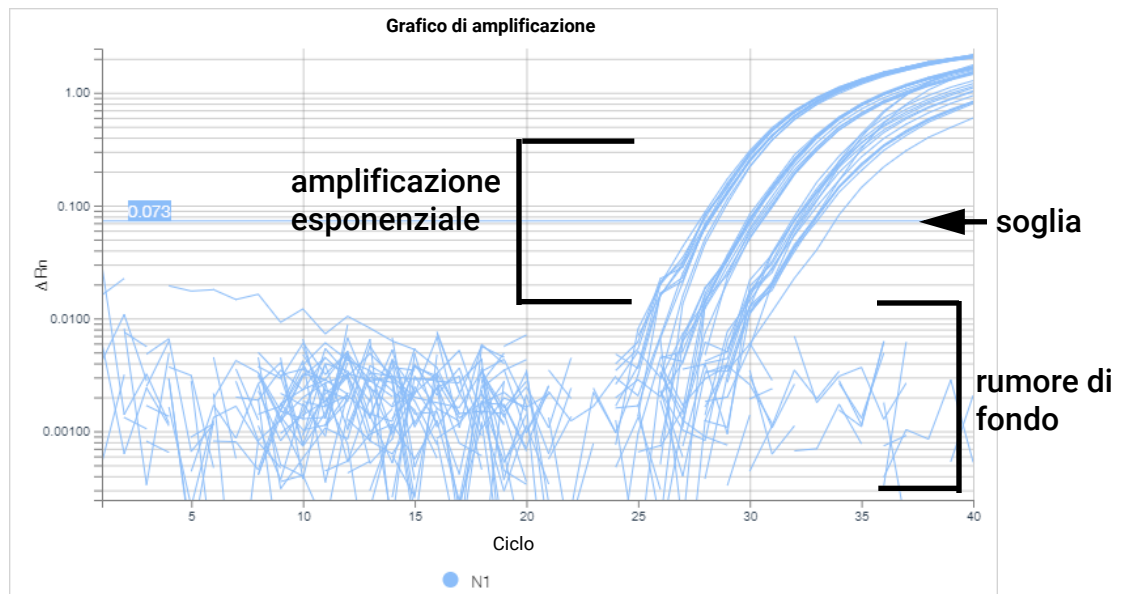

Figura 30 Grafici di amplificazione Design & Analysis per il target N1
- c Determinare se la soglia è abbastanza alta da essere al di sopra del rumore di fondo e abbastanza bassa da includere i grafici nella fase di amplificazione esponenziale (fare riferimento alla **Figura 30**). Sulla base di questa determinazione, procedere come indicato nella **Tabella 14**.